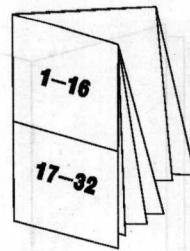

图 1-6 联二示意图
**联二：**在同一帖上印刷，裁切成相邻两帖经配页装订裁切成成品的方式（如图1-6）。